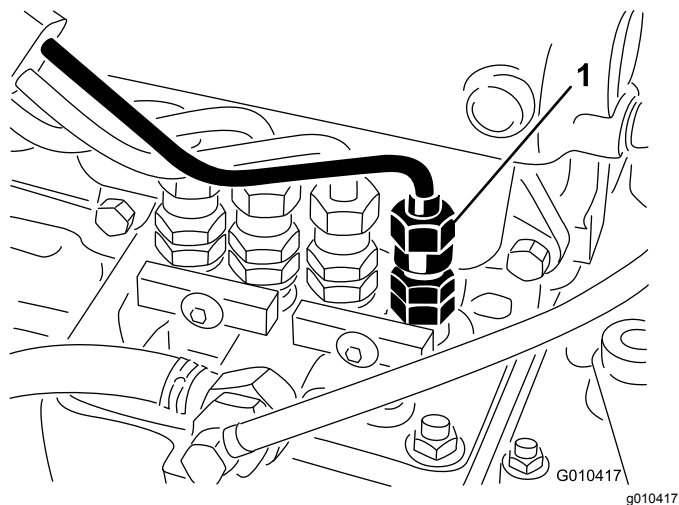

Figura 34
1. Liberte a tubagem que se encontra ligada ao injetor n.º 1 e à estrutura de suporte da bomba de injeção (Figura 34).